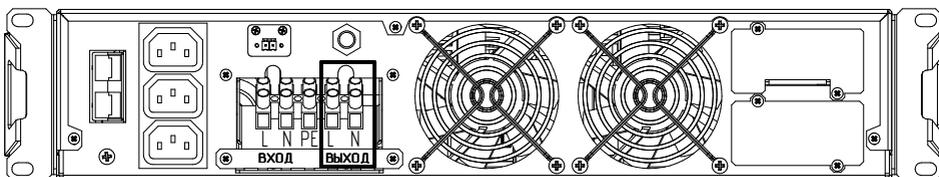

Рисунок 13. ИБП Штиль SR1103TL. Выводы «Выход L-N»
- у ИБП Штиль SR1103TL к розеткам типа C13 - **рисунок 3в** (поз. 2) и выводам «Выход L-N» – **рисунок 13**.